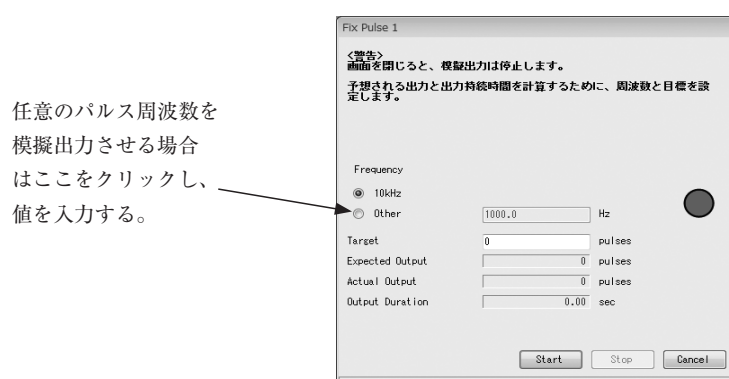

図127
- ② 次のウィンドウ(図127)が表示されます。模擬出力値を選択し、「Start」ボタンをクリックして下さい。なお、任意にパルス周波数を決めて出力させる場合は「Other」を選択し、出力させるパルス周波数を入力後「Start」ボタンをクリックしてください。
「Cancel」 ボタンをクリックすると、図127のウィンドウへ戻ります。
⑦ 「OK」 ボタンをクリックすると、図127のウィンドウに戻りますので、「Cancel」 ボタンをクリックし、「Fix Pulse」を終了してください。